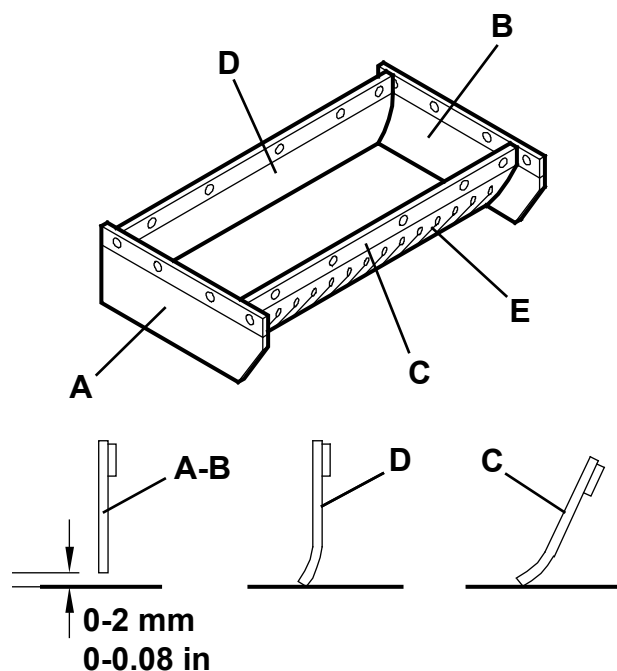

Figure 11
2. Positionner l'interrupteur général (1) sur "0".
3. Contrôler que la hauteur des volets latéraux (A et B, Fig. 11) du sol est comprise entre 0 et 2 mm.
4. Contrôler que les volets avant et arrière (C et D, Fig. 11) touchent légèrement le sol. En outre, contrôler que les volets sont intacts et qu'ils ne présentent pas de coupures ou de déchirures qui peuvent compromettre la capacité d'aspiration de la machine. Considérer que le volet avant présente des fentes verticales typiques (E). Si besoin est, remplacer les volets avant et arrière (voir la procédure dans le manuel d'entretien).